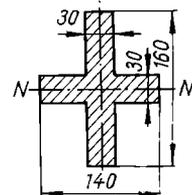

Bild 56
90. Der Arm eines Zahnrades hat Kreuzquerschnitt von den gegebenen Maßen (Bild 56). Zu berechnen sind a) das Trägheitsmoment für Achse N ; b) das Widerstandsmoment; c) der Fehler in Prozent, der sich bei Berechnung der Momente ergeben würde, wenn man die waagerechte, in der Nulllinie N liegende Rippe vernachlässigte.